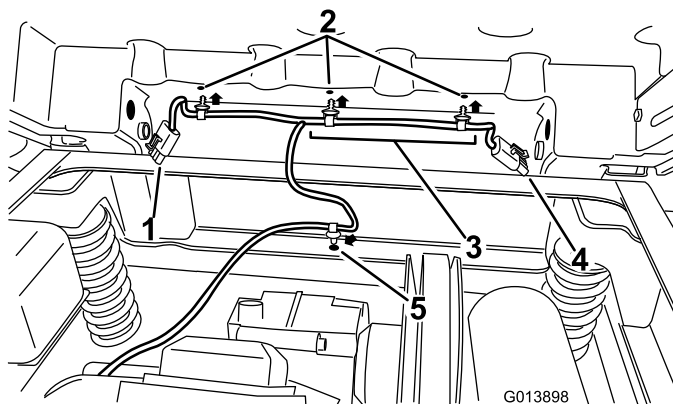

Figura 24
1. Localice los taladros de anclaje existentes en la parte inferior de la plataforma (Figura 24).
2. Coloque el arnés de cables trasero según se muestra en Figura 24. Observe que el segmento más largo del arnés, que termina en un conector plano de cuatro clavijas para las luces traseras, debe ir a la luz trasera izquierda.